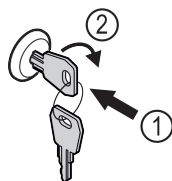

Fig. 52
- ▶ Włożyć kluczyk Fig. 52 (1).
- ▶ Przekręcić kluczyk o 90° w prawo Fig. 52 (2).